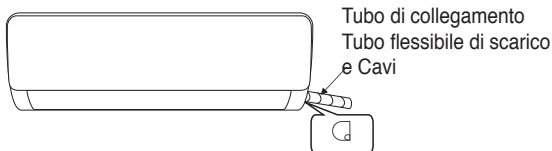
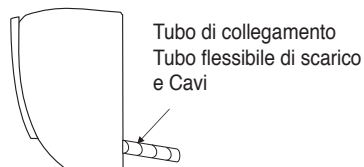

Fig.1
Fig.2
1. A seconda della posizione dell'unità interna, le tubazioni possono essere dirette lateralmente a sinistra o destra (Fig.1) o verticalmente o sul retro (Fig.2) (a seconda della lunghezza del tubo dell'unità interna). In caso di uscita laterale, tagliare lateralmente la scocca sul lato di uscita delle tubazioni come indicato in figura.